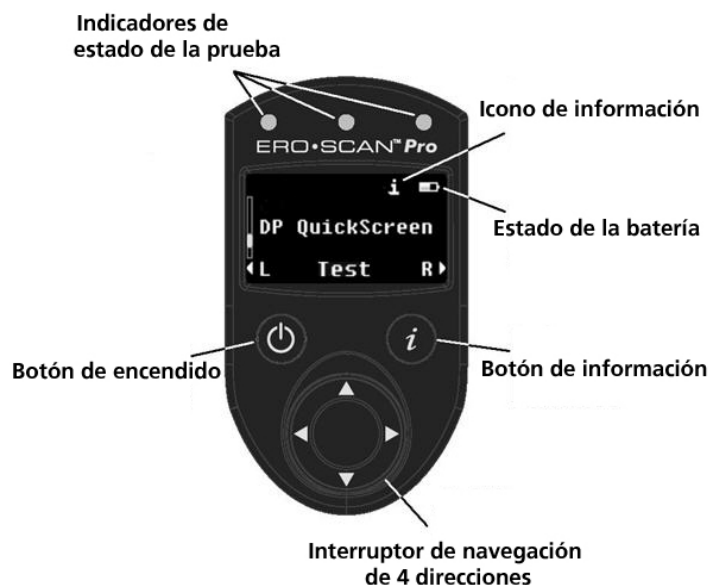

Figura 7
3.1 Controles y pantalla (Figura 7)